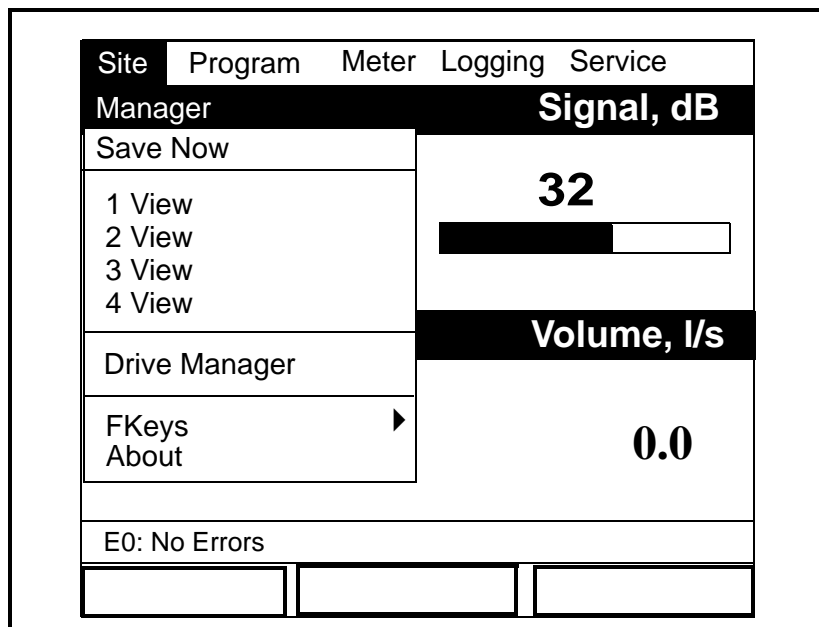

Figura 3-6: Menú Site (Ubicación)
2. Con el menú *Site* (Ubicación) resaltado, pulse [ENTER] y aparecerá una pantalla como la de la figura 3-6.
2. Con el menú *Site* (Ubicación) resaltado, pulse [ENTER] para abrir la ventana del menú *Site* (Ubicación) (consulte la figura 3-6 en la página 3-7).